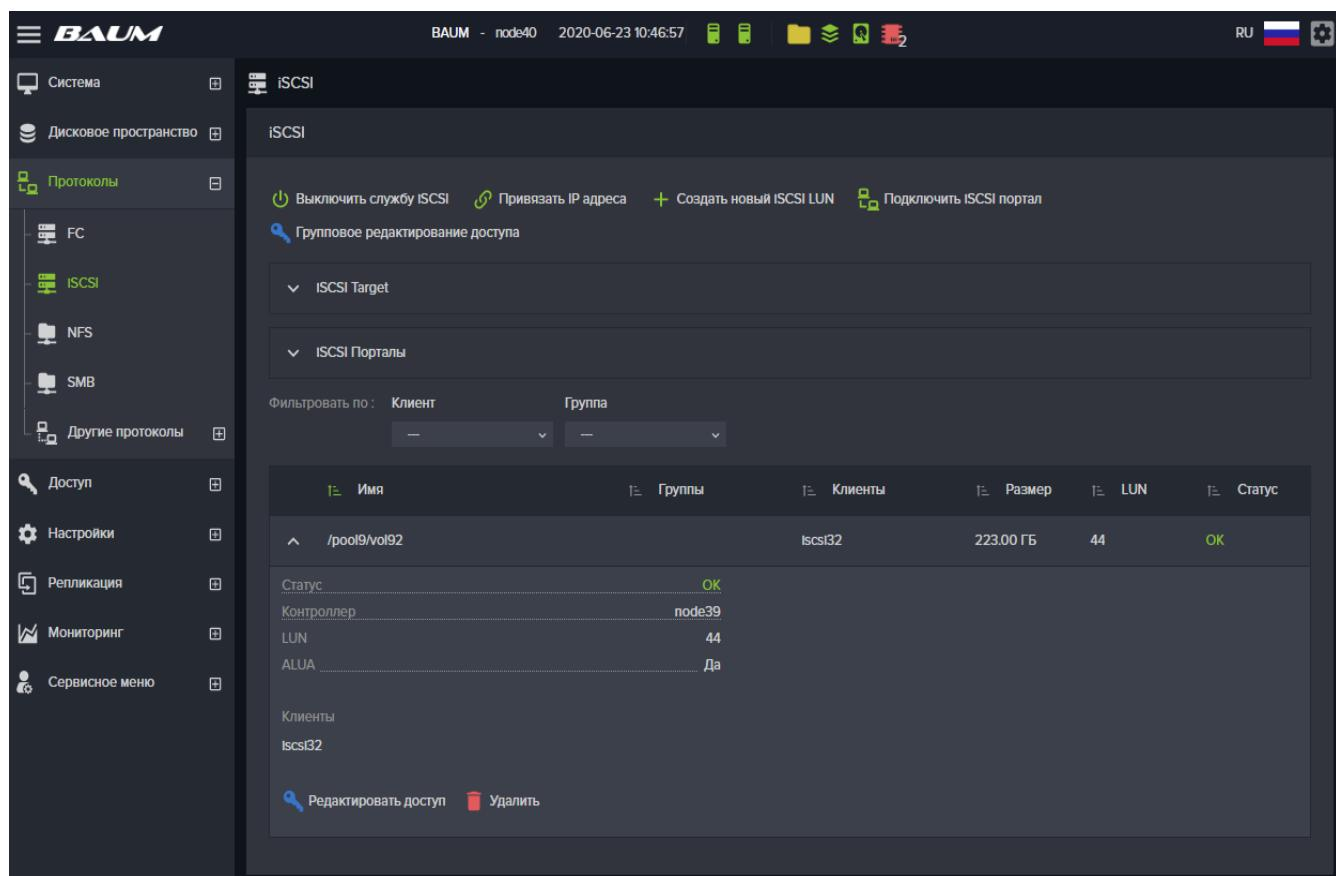

Рисунок 82. Окно настройки iSCSI.
1. Перейти на вкладку меню «Протоколы» → «iSCSI» (см. Рисунок 82);